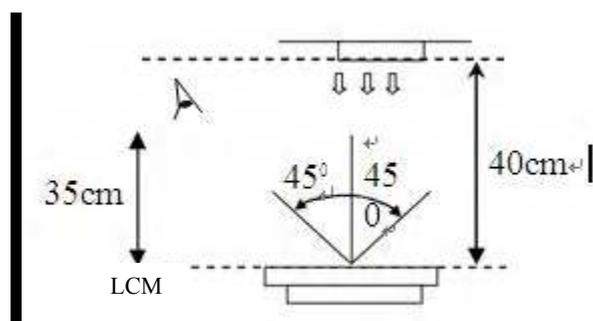

图 4)
9.1.1 通常在 $22\pm 3^{\circ}\text{C}$, $50\pm 10\%\text{RH}$ 的环境, 光强度 500Lux 下 (20W 日光灯, 40cm 距离左右) 检验员的眼睛与模块之间的距离为 $35\text{cm}\pm 5\text{cm}$, LCD下面用背光源来检查 (见图4)